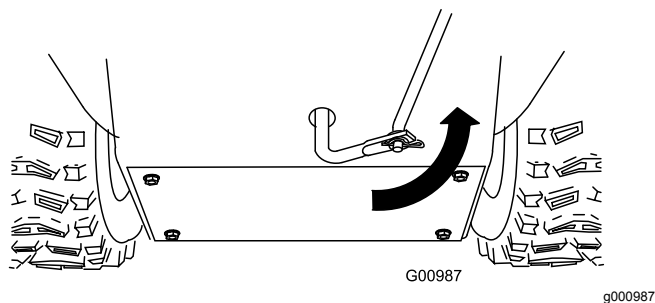

Figura 13
5. Girate il braccio articolato inferiore completamente verso l'alto (senso antiorario) (Figura 13).